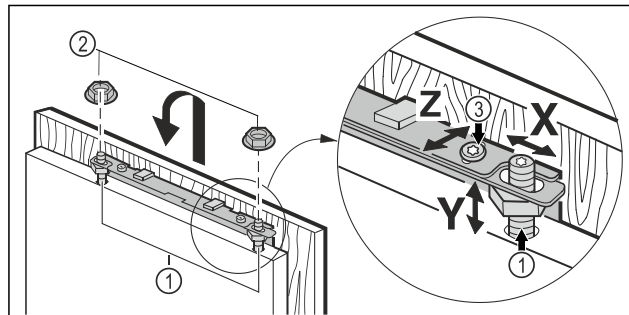

Fig. 43
- ▶ Varni derën e mobilies në bulonat e rregullimit Fig. 43 (1) dhe pastaj vidhosni sërish lirshëm kundërdadot Fig. 43 (2) në bulonat e rregullimit.
- ▶ Nivelimi i derës së mobilies në lartësinë Y dhe në pjerrësinë anësore: Rregulloni bulonin e rregullimit Fig. 43 (1) me një kaçavidë.
- ▶ Shtrëngoni kundërdadot Fig. 43 (3).